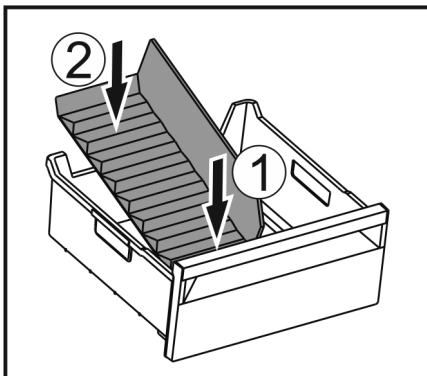

Fig. 116
- ▶ Introduceți partea frontală a separatorului pentru compartimentul de gheață. Fig. 116 (1)
- ▶ Coborâți partea posterioară a separatorului pentru compartimentul de gheață până la baza sertarului. Fig. 116 (2)